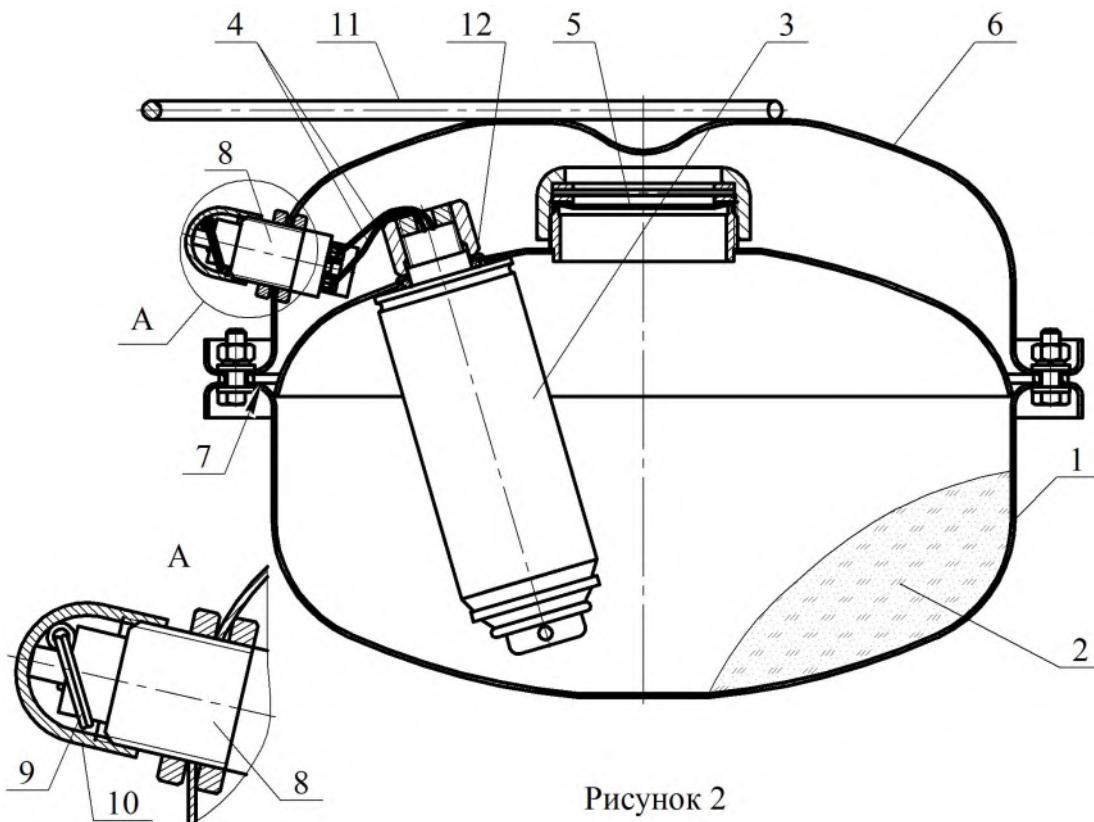
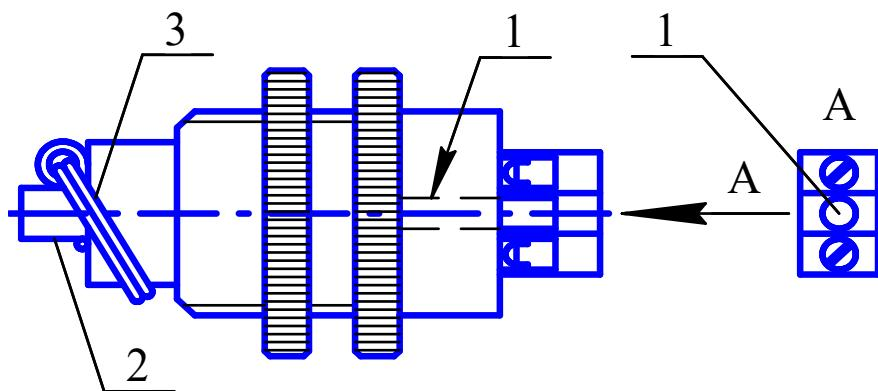

Рисунок 2
Рисунок 5
4.2.1 МПП (см. рисунок 2) состоит из корпуса **1**, в котором размещаются ОП **2** и ИХГ **3** с элементом электропусковым **4**.
- хранение МПП без заглушки **10** (см. рисунок 2);
6.2.2 Взять МПП за ручку 11 (см. рисунок 2), свободной рукой с устройства пускового ручного 8 снять заглушку 9 и извлечь чеку 10.
нок 1) или ИХГ-5(М)-05 СИАВ 066614.025.000 ТУ (поз. 3 рисунок 2) для МПП(Н-Р)-5-И-ГЭ-У2 – 1 шт.;
7.4 Для восстановления устройства пускового ручного после срабатывания МПП необходимо через отверстие 1 (см. рисунок 5) в основании устройства поднять шток 2 и закрепить чекой 3. Для подъема штока 2 необходимо использовать незаостренный стержень диаметром 1,5…2 мм. После восстановления верхнюю часть узла активации закрыть заглушкой 10 (см. рисунок 2).